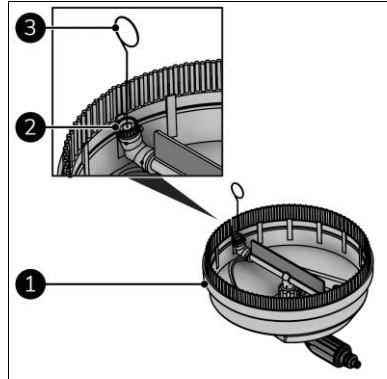

Abbildung 25
3. Entfernen Sie den Bodenreiniger (Abbildung 25, Pos. 1) von der Verlängerungslanze (Abbildung 5, Pos. 1), indem Sie ihn um 90° drehen.
4. Reinigen Sie beide Düsen (Abbildung 25, Pos. 2) mit dem Reinigungsstift (Abbildung 25, Pos. 3).